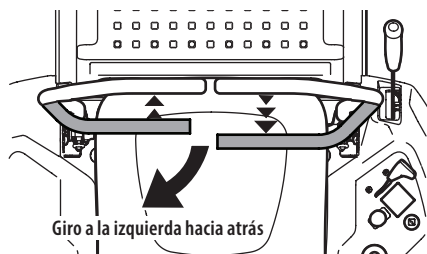

Figura 26
1. Para girar a la izquierda mientras se desplace marcha atrás, mueva la palanca de control del lado izquierdo hacia adelante respecto de la palanca derecha (Figura 26).